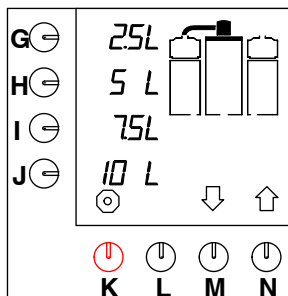

Fig. 6 Startskjerm
- Indikatorlampe i bryteren tennes. De innstilte standardbetingelsene og verdiene vises i displayet (fig. 6).